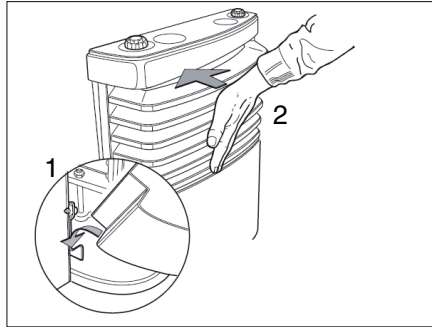

Fig. 111 Colocar el revestimiento de la calefacción
- Montar el revestimiento de la calefacción. Enganchar para esto el revestimiento en el soporte inferior (Fig. 111,1).
- Girar la tapa hacia dentro hasta oír que la palanca de bloqueo engatilla (Fig. 111,2).